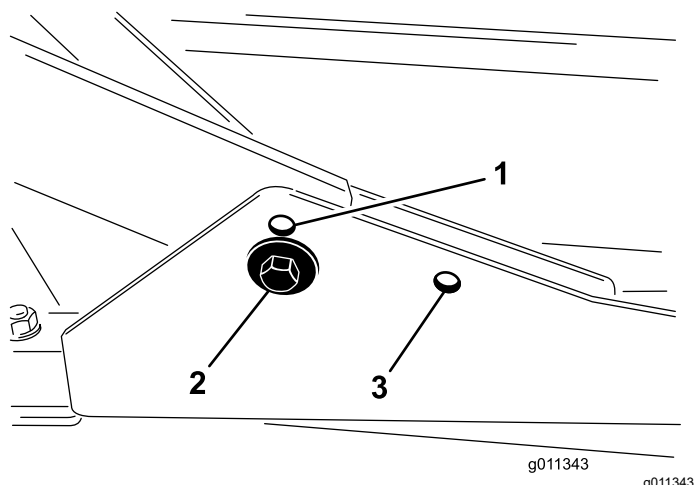

Bild 7
- Befestigen Sie die vorderen Trägerrahmen für Schnitthöhen von 2,0 cm bis 7,6 cm in den unteren vorderen Befestigungslochern (Bild 7).
- Befestigen Sie die vorderen Trägerrahmen für Schnitthöhen von 6,3 cm bis 10 cm in den unteren vorderen Befestigungslöchern (Bild 7).
Befestigen Sie das Heckschneideinheit für alle Schnitthöhen in den hinteren Befestigungslöchern (Bild 7).